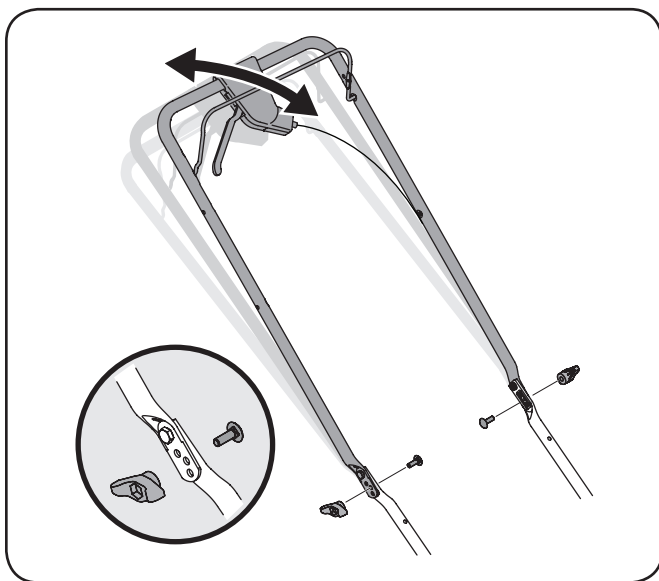

Figure 3-12
- Quite los tornillos y tuercas de mariposa transporte de manejar. Vea Figure 3-12.
- Coloque el mango en una de las tres posiciones que se sienta más cómodo. Vea Figure 3-12 inserción.